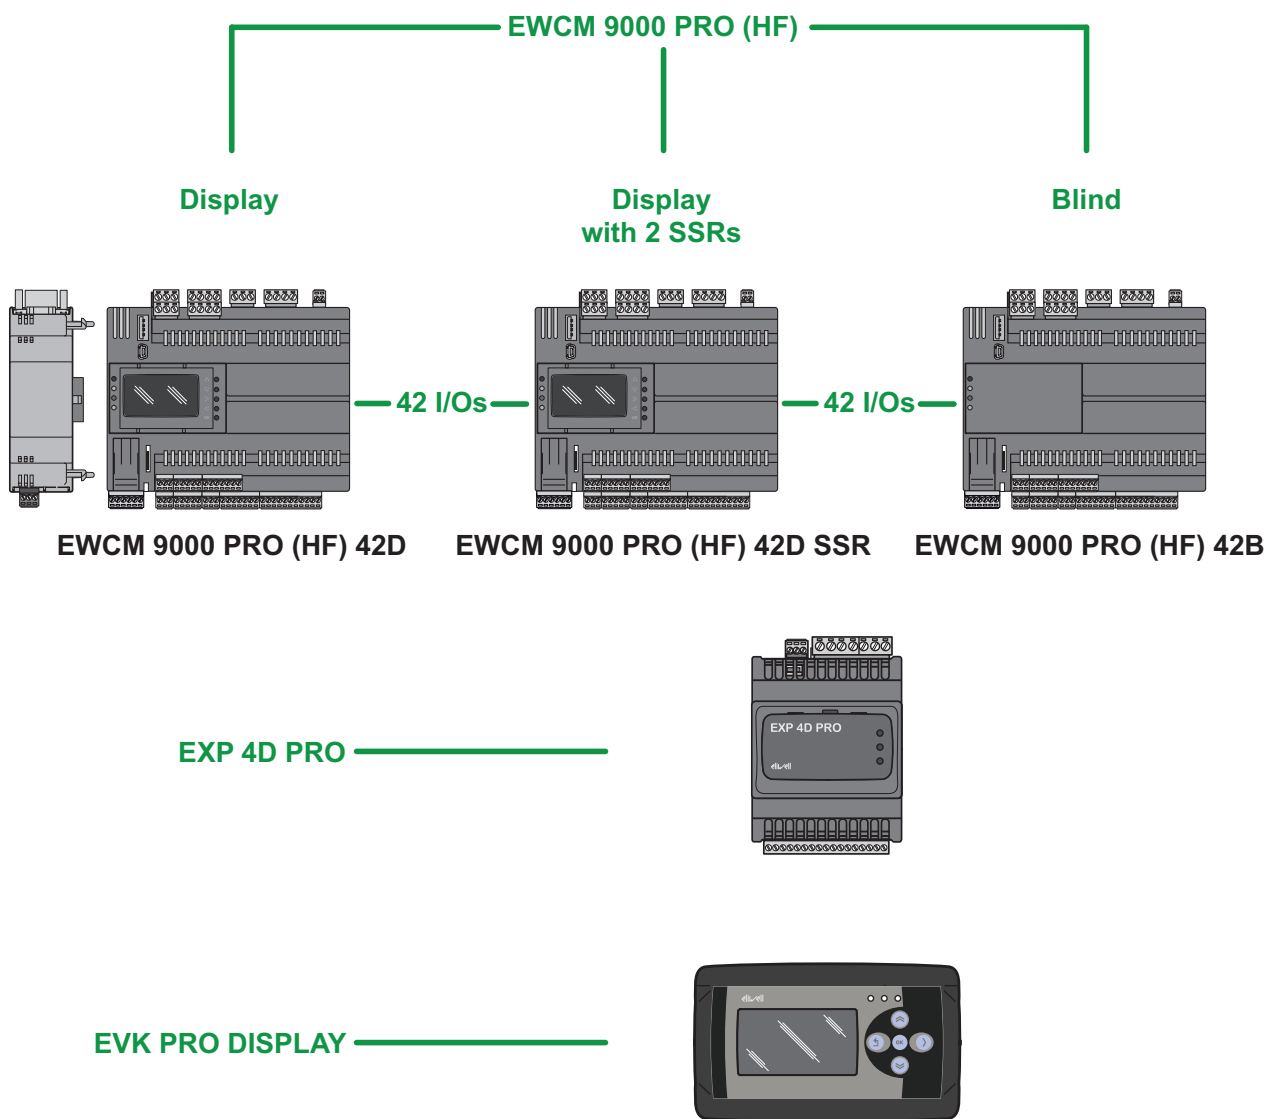

Abb. 1. Das EWCM 9000 PRO Angebot
1.1.1. Das EWCM 9000 PRO (HF) Angebot
Das **EWCM 9000 PRO (HF)** Angebot (siehe „**Abb. 1“** auf **S. 15**) beinhaltet: